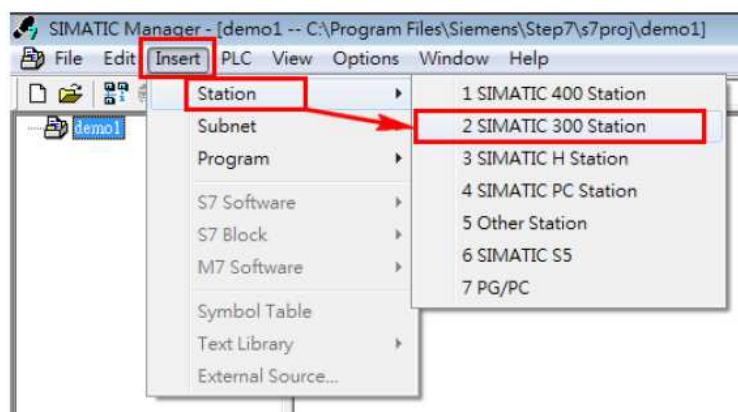

Рис.3
1.1.2 Выберите меню **Insert** → **Station** и добавьте в проект устройство SIMATIC 300 Station (Рис.3):